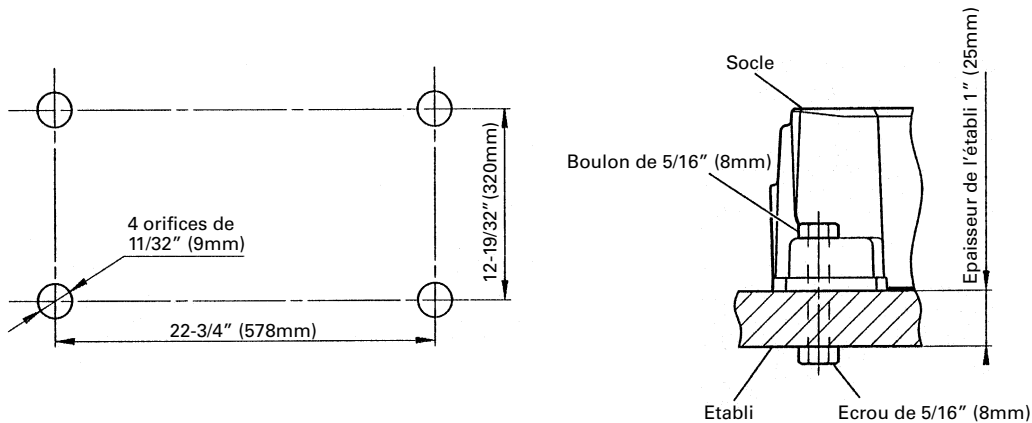

Fig. 4
Fixer l'outil électrique sur un établi horizontal et de niveau conformément à la Fig. 4. Sélectionner des boulons d'un diamètre 5/16" (8mm) dont la longueur convient pour l'épaisseur de l'établi. La longueur des boulons devra être d'au moins 1-3/8" (35mm) plus l'épaisseur de l'établi. Par exemple, utiliser des boulons de 2-11/32" (60mm) ou plus avec un établi de 1" (25mm) d'épaisseur. Le support (B) fixé à l'arrière du socle aide à stabiliser l'outil électrique.